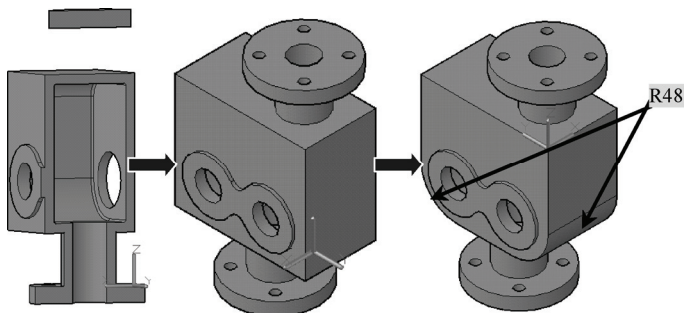

图 14-31 并集和倒圆角
16) 打开“2”图层, 将“2”图层置换到当前图层, 关闭“1”图层(刚才绘图的图层); 将箱体的另一半进行倒圆角, 倒圆角尺寸参照上一步; 倒圆角完成后, 打开“1”图层, 将“2”图层中的图放到“1”图层, 将“1”图层置换为当前图层; 执行“并集”命令, 将箱体的两半进行并集操作; 将箱体底部两处进行倒角 R48, 如图 14-31 所示。